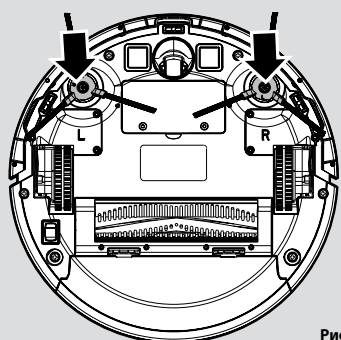

Рис. 3
6. Прижмите две вращающиеся щетки с маркировкой L и R в кронштейны до их фиксации. Обратите внимание, что метки L и R на щетках должно совпадать с такими же метками на пылесосе. **[Рис. 3]**